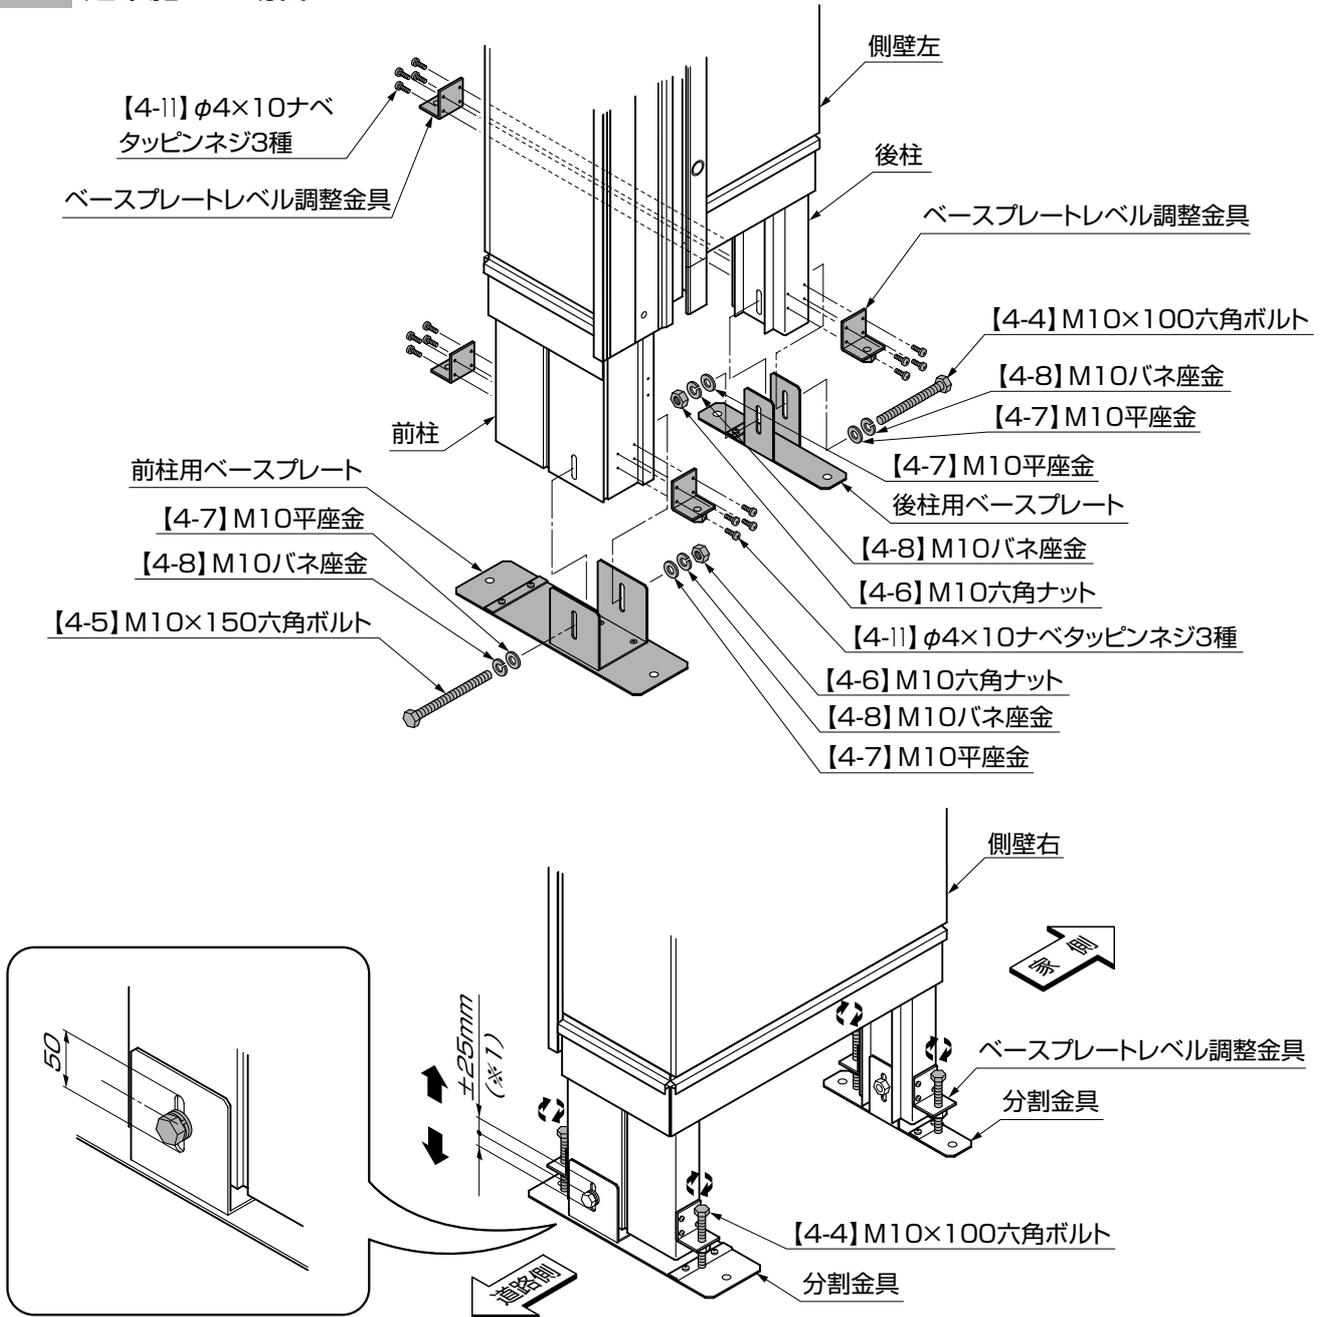

図3-1 ベースプレート調整手順詳細図
- 最終的なレベル調整は、「6 基礎コンクリートの施工 3.間口寸法と側壁の倒れ調整」時に【4-4】を使って±25mmの範囲(\*1)で調整してください。(図3-1参照)